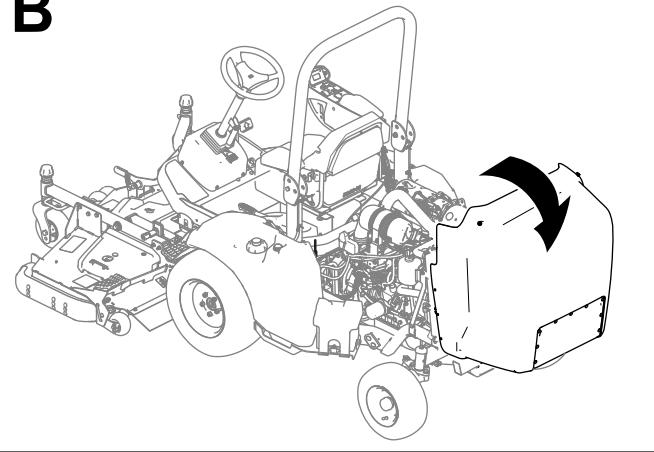

Рисунок 43
2. Поднимите капот (Рисунок 43).
1. Отсоедините фиксаторы с каждой стороны машины (Рисунок 43).